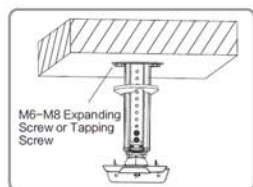

Figure 6
1. Monteer de plafondplaat (1) aan de hoofdbuis (3) met 4 schroeven, de veerringen en plaatjes. **Schuif de cover (3) over de hoofdbuis.** Monteer de beugel aan een dragend plafond. De draagkracht van het plafond moet minimaal 40kg bedragen!(Fig.6). Gebruik hiervoor de M6 beton ankers of passende schroeven en pluggen voor uw ondergrond.